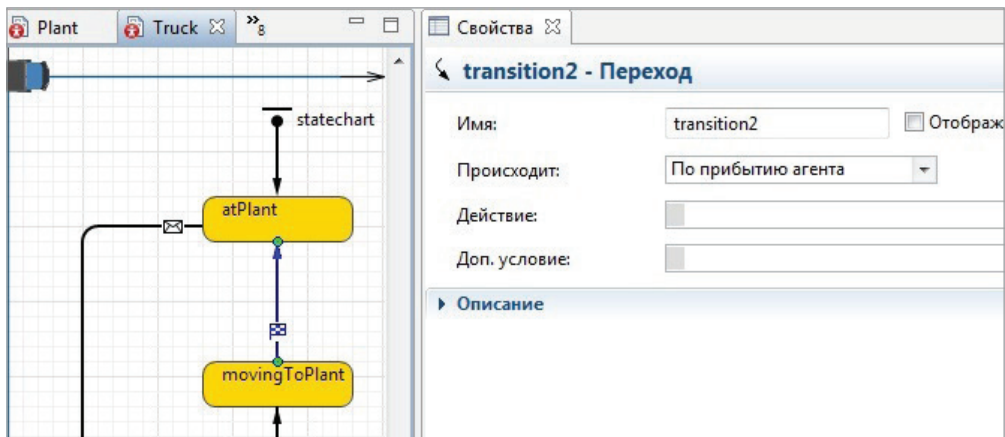

Рис. 6.24. Задание перехода между состояниями **movingToPlant** и **atPlant** агента **Truck**
- в переходе между состояниями **movingToPlant** и **atPlant**, как на рис. 6.24.